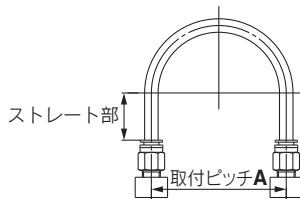

図1 推奨配管図
①ワンタッチ管継手に配管する際は図1の推奨配管条件にて、チューブ長さに余裕を持った配管をしてください。